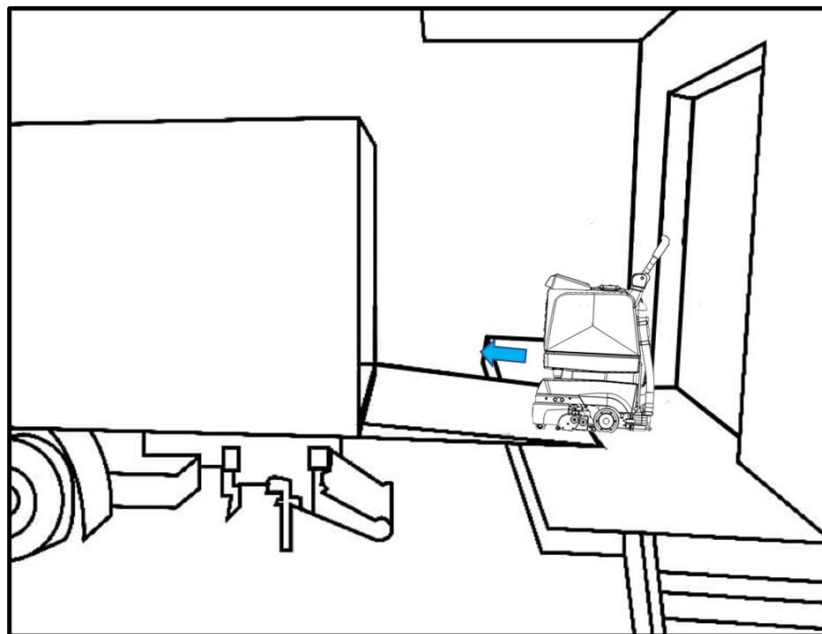

Fig. 4
- Bij het verplaatsen van de R3SCRUB op een hydraulische oprijplaat van een vrachtwagen, achteruit in (Fig. 4).